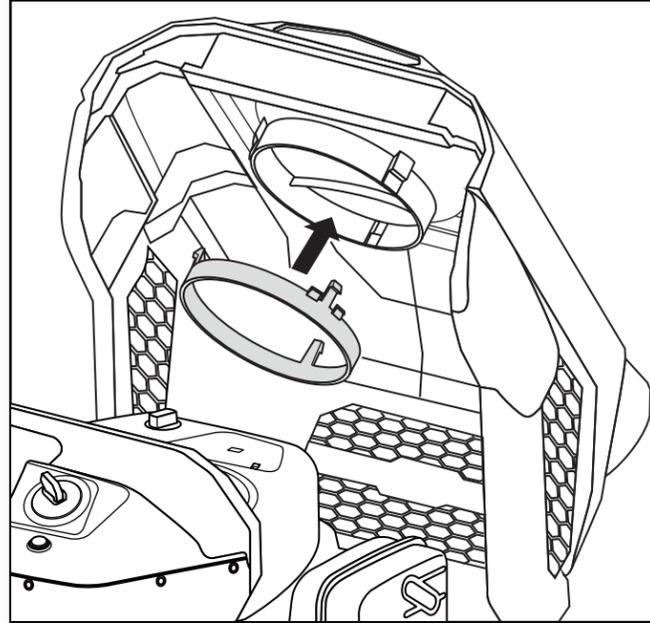

Fig. 3
1. Abra la cubierta del motor e instale el aro del conducto de aire adentro de la cubierta del motor. (Fig. 3)